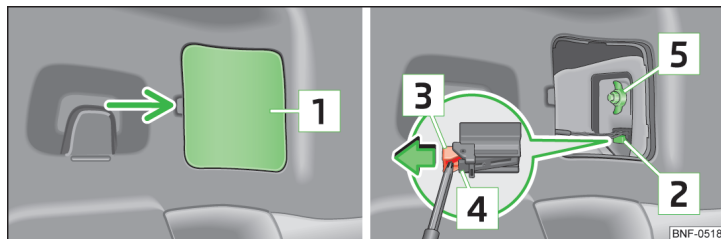

Fig. 134 Afmontering af baglygte
- Vip afdækningen **1** » Fig. 134 af i området ved pilen.
- Skru kunststofmøtrikken **5** » Fig. 134 på, og spænd den fast.